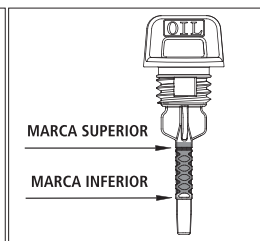

Fig. 21
7. Verifique o nível de óleo rosqueando a vareta do óleo até o fim. O nível de óleo deve estar entre a marca superior e inferior do medidor para o correto funcionamento do motor [Fig. 21].
- O nível do óleo deve ser mantido exatamente de acordo com a marcação na vareta [Fig. 21, pág. 11].